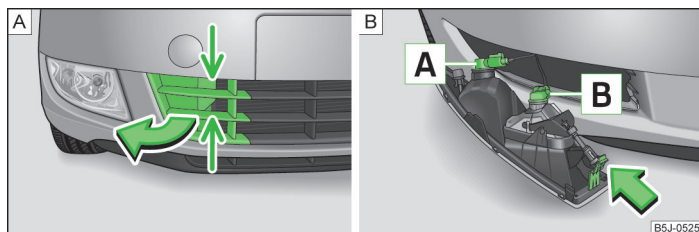

Fig. 158 Pare-chocs avant : grille de protection/dépose du phare antibrouillard
Disposition des ampoules » fig. 158.
» Attrapez la grille de protection au niveau des flèches » fig. 158 - **A** et retirez le cache dans le sens de la flèche.
- » Passez la main dans l'ouverture de la grille de protection et appuyez dans le sens de la flèche sur l'ergot de retenue » fig. 158 - **B**.